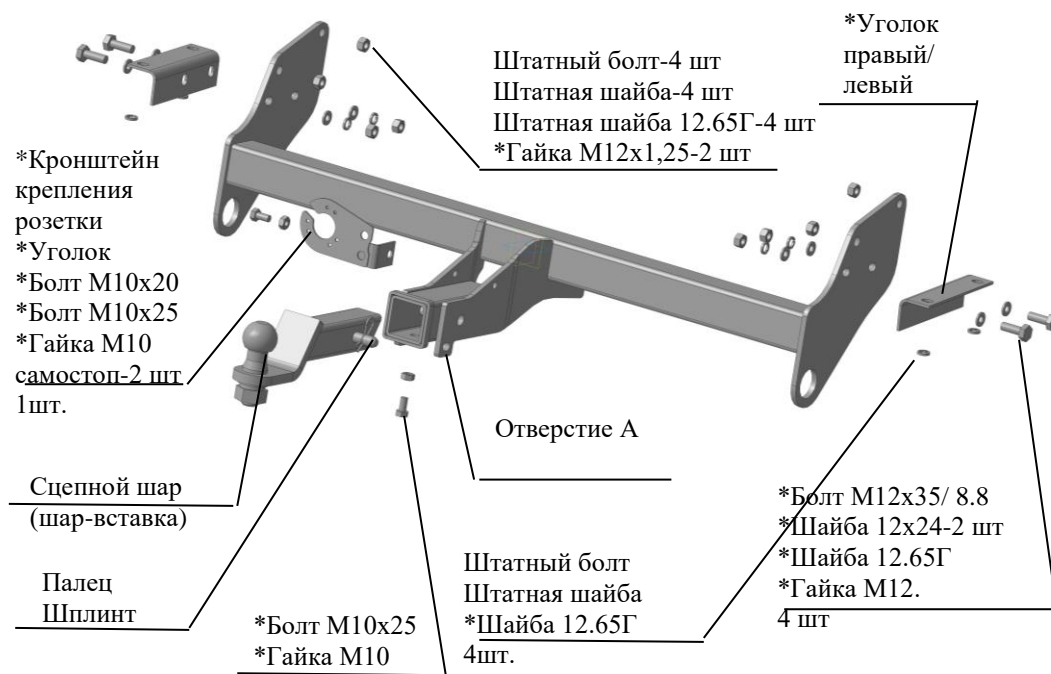

Рис.1 Тягово-сцепное устройство 7121
2.1 ТСУ 7121 в сборе (рис.1)	1 шт.
2.2 Пакет с комплектующими (см. рис.1)	1 шт.
4.3 Закрепить уголки к боковым кронштейнам ТСУ болтами М12х35 и крепежом соответственно рис.1. Закрепить уголки к нижним полкам лонжеронов штатным крепежом, используя шайбы 12.65Г. Крепеж не затягивать.